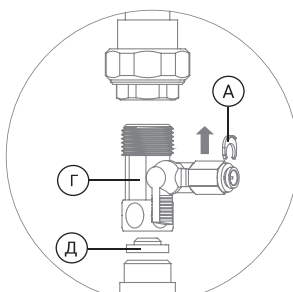

Рис. 5
1. Установите адаптер-вентиль (Г) между магистралью холодной воды и гибкой подводкой вашего смесителя. Уплотните соединение адаптера-вентилья с магистралью при помощи поставляемого в комплекте уплотнительного кольца (Д) (рис. 5).